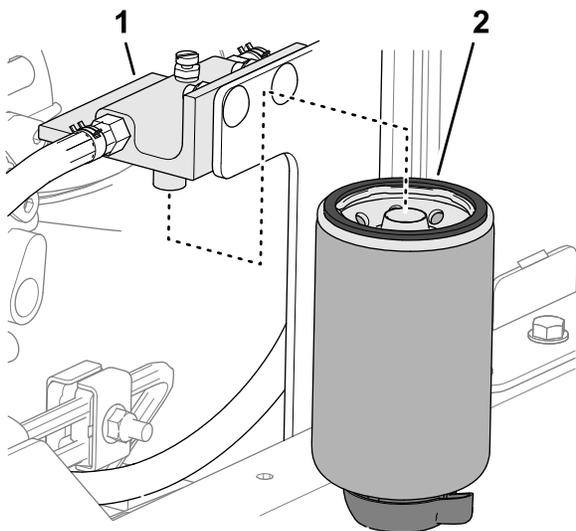

Figura 84
2. Pulite la testa del filtro e la scatola del filtro (Figura 84).